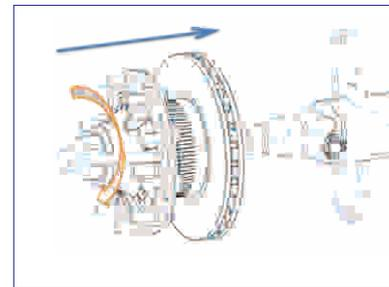

图9
⑥ 油脂加注量如下表所示。建议使用永力泰专用润滑脂油包或美孚XHP222润滑脂。
① 将整套轮毂系统对准轴头位置推入轴头（图9），注意锁紧垫圈与轴头键槽位置对准；用手将轴头螺母旋入轴头螺纹一到两圈。
② 使用扭力扳手（带轴头螺母套筒）顺时针扳动轴头螺母，同时转动轮毂，用350Nm的力矩锁紧轴头螺母（图9、10）。（如果使用普通扳手，则锁紧至轮毂有制动感）；逆时针回松轴头螺母，最大回转30°（即1/12圈）。
③ 套上防松垫圈、转动轴头螺母，使防松垫圈上的通孔一直线对准轴头螺母上邻近的螺纹孔，用活动扳手拧紧六角头螺栓。装上端盖即可。